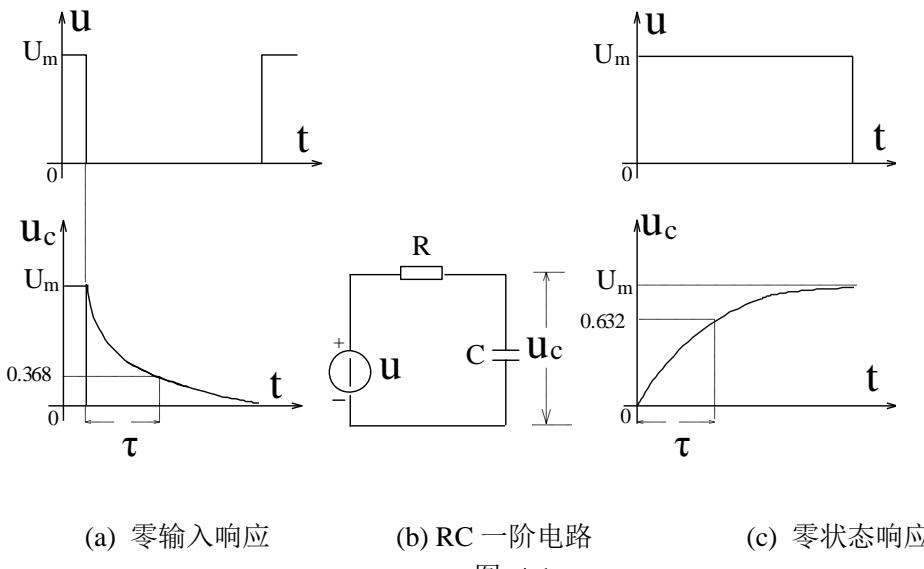

图 4-1
2. 图4-1(b)所示的RC一阶电路的零输入响应和零状态响应分别按指数规律衰减和增长，其变化的快慢决定于电路的时间常数 $\tau$ 。
用示波器测量零输入响应的波形如图4-1(a)所示。
根据一阶微分方程的求解得知 $U_c = U_m e^{-t/RC} = U_m e^{-t/\tau}$ 。当 $t = \tau$ 时， $U_c(\tau) = 0.368U_m$ 。此时所对应的时间就等于 $\tau$ 。亦可用零状态响应波形增加到 $0.632U_m$ 所对应的时间测得，如图4-1(c)所示。
1. 从电路板上选  $R=10K\Omega$ ,  $C=6800pF$  组成如图 4-1(b)所示的  $RC$  充放电电路。 $u_i$  为脉冲信号发生器输出的  $U_m=3V$ 、 $f=1KHz$  的方波电压信号, 并通过两根同轴电缆线, 将激励源  $u_i$  和响应  $u_C$  的信号分别连至示波器的两个输入口  $Y_A$  和  $Y_B$ 。这时可在示波器的屏幕上观察到激励与响应的变化规律, 请测算出时间常数  $\tau$ , 并用方格纸按 1:1 的比例描绘波形。